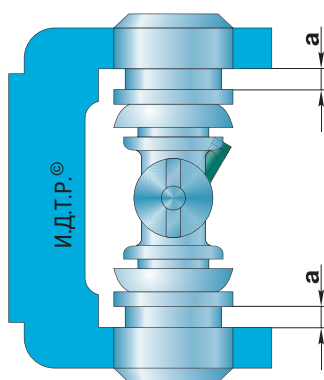

Рис. 6.17. Схема запрессовки подшипников карданного шарнира
12. Запрессуйте окончательно первый подшипник так, чтобы канавки для стопорных колец разместились на равном расстоянии **а** (рис. 6.17) относительно внутренних торцов вилок.